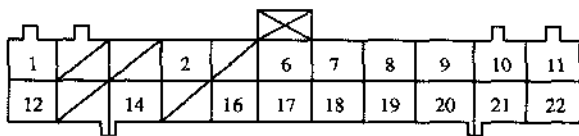

图 8.19 ABS 控制装置 22 芯插头端子代码
⑤ 如果不导通则关闭点火开关，连接仪表总成 16 芯插头，用跨接线将仪表总成 22 芯插头 16 号端子与车体地线相连接（端子位置见图 8.19），接通点火开关，再观察 ABS 指示灯是否亮，如果亮起，则是仪表总成与车体地线之间断路或者是地线接触不良，检查并排除。